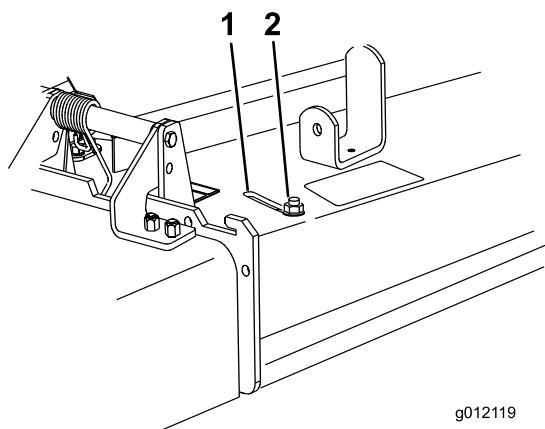

Figure 22
- Pour régler le déflecteur, desserrez l'écrou (Figure 22).